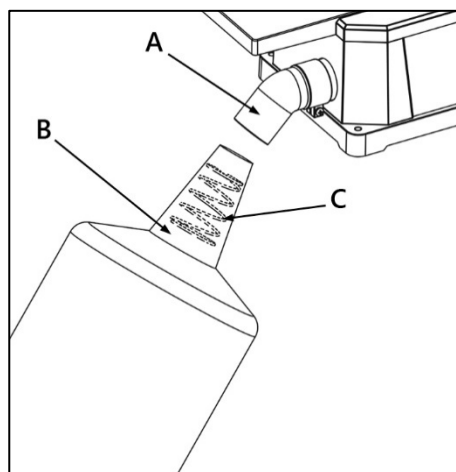

Рисунок 6.
Откройте молнию на дне фильтр-мешка и расположите пружину (C) (рис. 6) внутри раструба фильтр-мешка (B). Присоедините раструб со вставленной пружиной к патрубку (A).